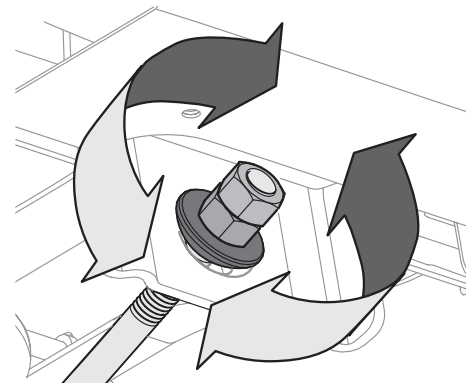

Figure 4-8
4. Pour *relever* l'avant du plateau de coupe, desserrez l'écrou extérieur, puis serrez l'écrou (filet vers l'intérieur) contre le support d'accrochage avant. Voir la Figure 4-8. Resserrez l'écrou extérieur à un couple de 25 à 30 pi-lb quand l'ajustement voulu est obtenu.
5. Pour *abaisser* l'avant du plateau de coupe, desserrez l'écrou extérieur, puis desserrez (filet vers l'extérieur) pour l'éloigner du support d'accrochage avant. Voir la Figure 4-8. Resserrez l'écrou extérieur quand l'ajustement voulu est obtenu..